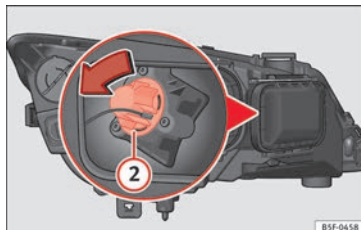

Fig. 106 Ampoule du clignotant.
- Tournez le support d'ampoule » fig. 106 ② vers la gauche puis tirez.